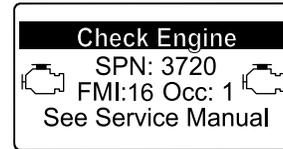

図 43
- エンジン警告 SPN 3720, FMI 16 図 43